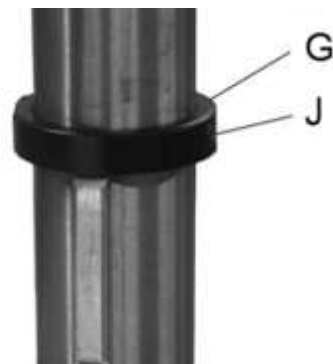

Рис. 7
Установите стопорное кольцо (G, рис. 7) на стойку и сдвиньте его вниз. Затяните установочный винт (J).